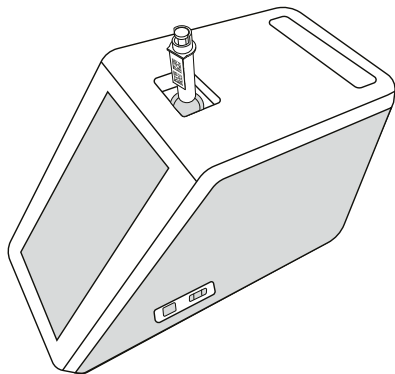

Imagen 8
2. Introduzca una cubeta en el pocillo de medición con el código de barras de la cubeta orientado hacia la parte frontal (véase la *Imagen 8*)